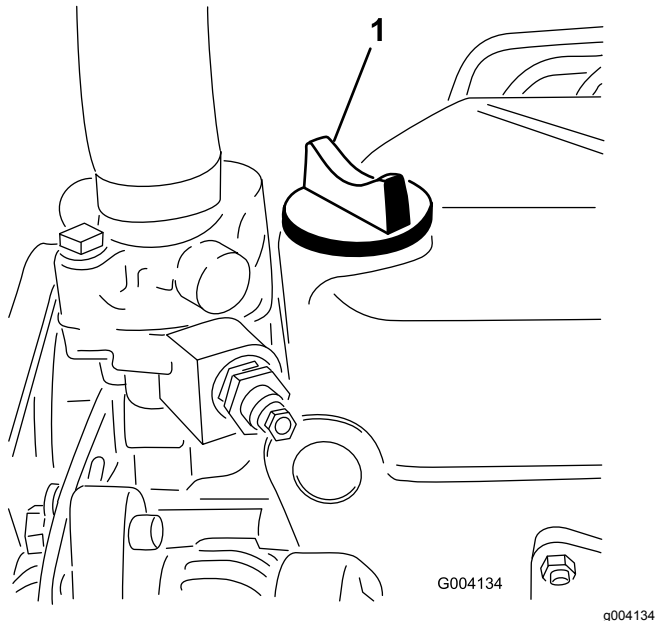

Bild 44
5. Wenn der Ölstand unter der Voll-Markierung liegt, nehmen Sie den Fülldeckel ab (Bild 44) und gießen Sie genug Öl ein, um den Ölstand bis zur Voll-Markierung anzuheben. **Füllen Sie nicht zu viel ein.**